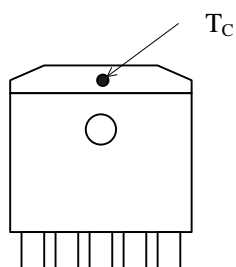

図 2-1 ケース温度測定位置
(1) ガラスエポキシ基板 (40 mm × 40 mm)、銅箔エリア 100%
(2) ケース温度の測定位置は図 2-1 参照